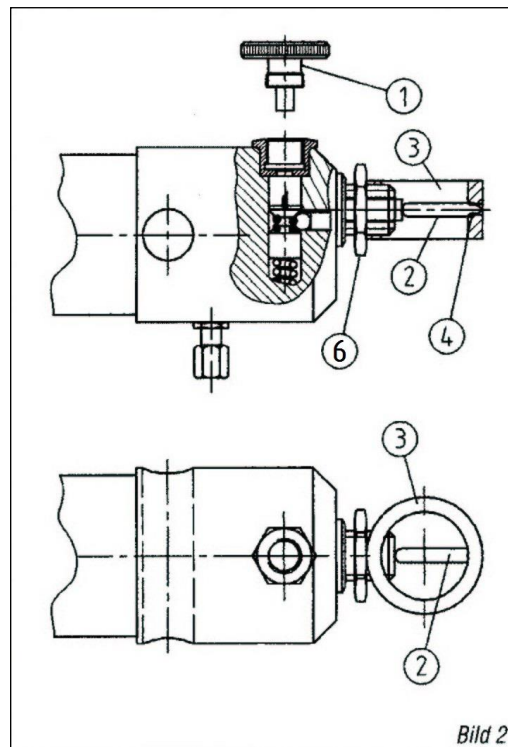

Bild 2
- 1.1 Die Spanschraube (1) bis zum Anschlag einschrauben (Bild 2).
- 1.2 Glaskolben (2) in Haltering (3) mit eingelegtem O-Ring (4) einsetzen und Haltering handfest anziehen. Die Spitze des Glaskolbens liegt dabei in dem O-Ring. Haltering mit Sechskantmutter kontern (6) (Bild 2).